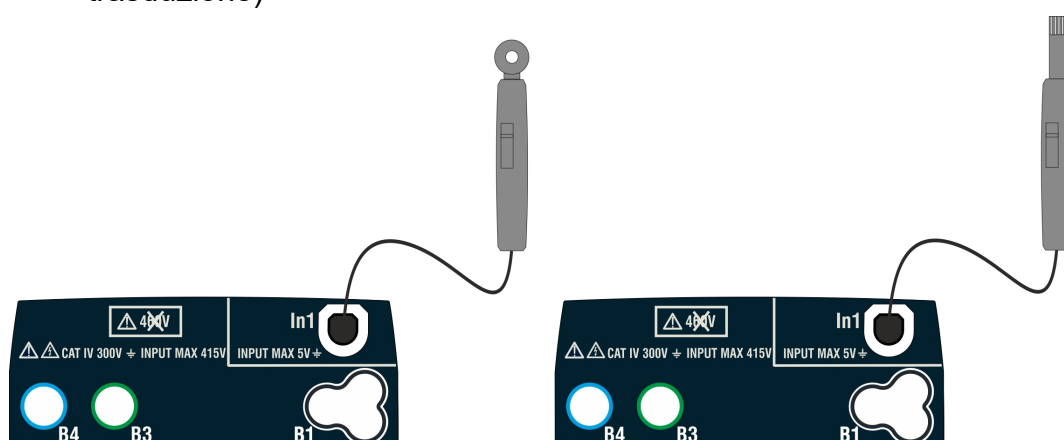

Fig. 39: Medida parámetros ambientales con sondas externas
3. Inserte en la entrada auxiliar **In1** el transductor necesario para la medida deseada como se muestra en la Fig. 39